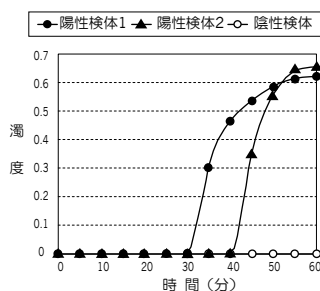

図 2. 検体の増幅曲線パターン^{※3}
- (5) 次に、各検体の判定を行います。増幅反応時間内 (60 分間) に濁度の上昇が認められた場合は「陽性」、濁度の上昇が認められない場合は「陰性」と判定します。(図 2)
- (6) 尚、検体によって濁度上昇開始時間や濁度上昇値が陽性コントロール: Positive Control NVG1 (PC NVG1) と異なる場合があります。
- (7) 酵素失活処理 (80℃, 5 分間) (Loopamp リアルタイム濁度測定装置では自動処理されます。) が終了していることを確認した後、装置から使用済み反応チューブを取り出して、そのままキャップを開けずに廃棄してください。